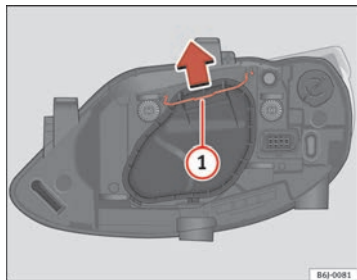

Fig. 139 Anabbagliante e abbagliante faro singolo
- Far scorrere il tirante ⇒ fig. 139 ① nel senso della freccia e sfilare la chiusura.